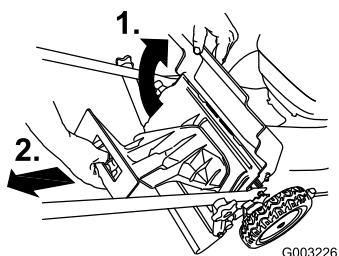

Figura 34
1. Alzate lo sportello posteriore e tenetelo alzato (Figura 34).
2. Togliete il coperchio di scarico posteriore (Figura 34).